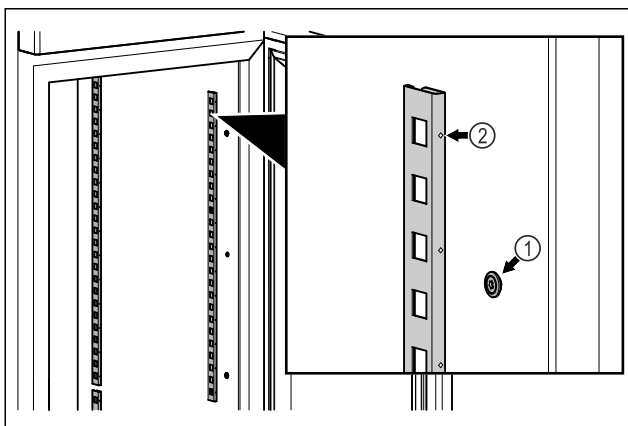

Fig. 17 Przykładowa prezentacja
- ▶ Zacześć listwę zaczepową w mocowaniu Fig. 17 (1). Zaznaczenie Fig. 17 (2) musi być skierowane do przodu.